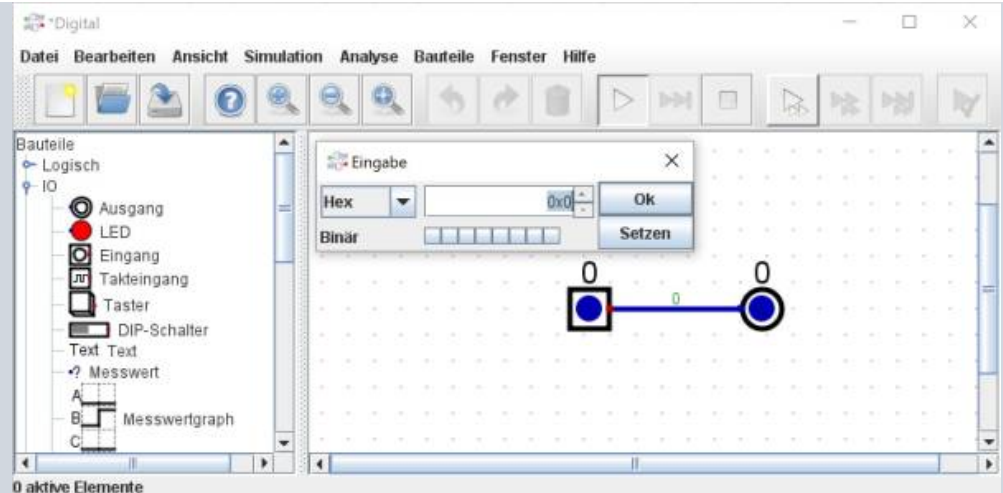

Fig. 3: Schaltung mit 8 Bit Bus
5. Wird nun die Schaltung gestartet, erscheint eine 0 über Eingang, Leitung und Ausgang (siehe figure 3).
6. Ein (Links)Klick auf den Eingang ändert nun nicht mehr direkt den Wert, sondern öffnet ein Eingabefenster. In diesem können Zahlen als Dezimalwert (10), als Binärwert (0b10), als Hexadezimalwert (0x10) oder als Oktalwert (010) eingegeben werden. Mit Druck auf Zeilenumbruch (<↵>) wird der Wert übernommen und das Eingangsfenster geschlossen. Mit Klick auf Umschalt + Zeilenumbruch (<⇧><↵>) wird nur der Wert übernommen. Die Cursortasten hoch/herunter ermöglichen ein Hoch-/Herunterzählen des angezeigten Wertes.